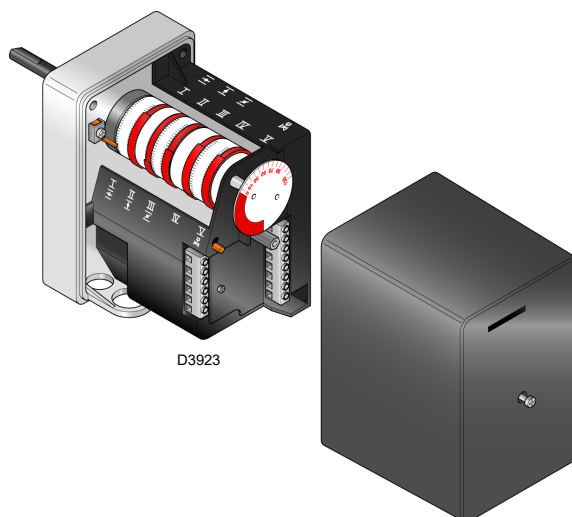

Рис. 26
- 5s: Начинается программа автомата горения. Включается серводвигатель: он поворачивается вправо на 130°, то есть до замыкания контакта на кулачке I (Рис. 26 на стр. 28).
- 75s: серводвигатель поворачивается влево до угла, заданного на кулачке III (Рис. 26 на стр. 28), мощность MIN.
- 95s: воздушная заслонка и дроссельная заслонка газа встают на мощность MIN (кулачок III, Рис. 26 на стр. 28, = 65°).